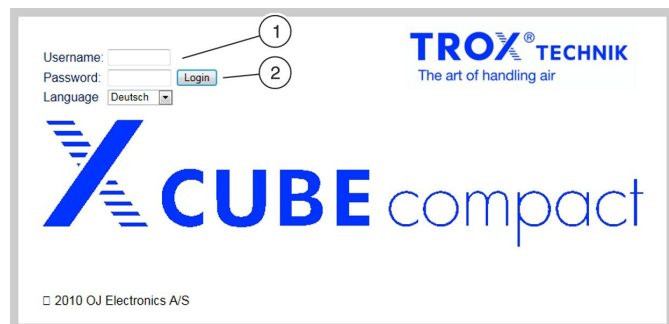

Рис. 24: Авторизация на веб-сервере
1. ► Введите имя пользователя (Рис. 24/1).
3. ► Нажмите на «Логин» (Рис. 24/2).